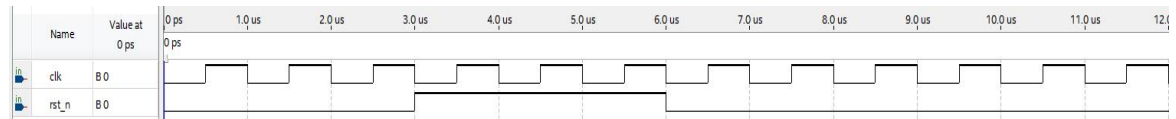

图 13 波形图
12. 分析下图 13 中的波形，设计一个测试模块（LED\_tb），产生同样的波形（`timescale 1us/1us）。